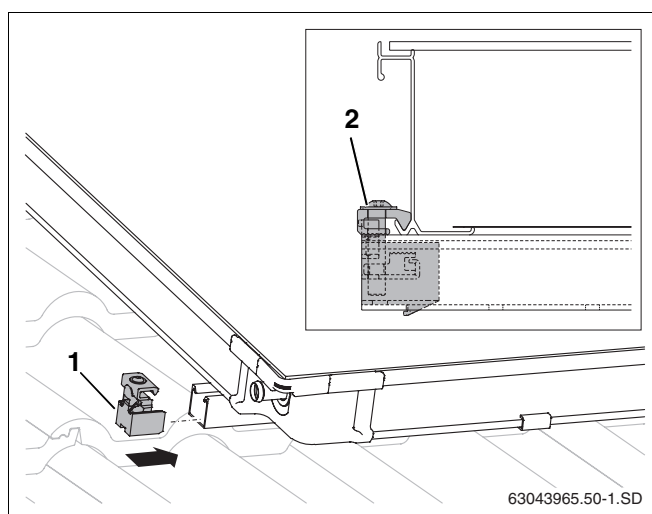

Fig. 52 Terminale di fissaggio lato sinistro
- ▶ Inserire i terminali di fissaggio (fig. 52, **pos. 1**) nelle guide profilate superiore e inferiore.
- ▶ Spingere ciascun terminale fino al telaio del collettore e avvitare con la chiave SW5 (fig. 52, **pos. 2**).